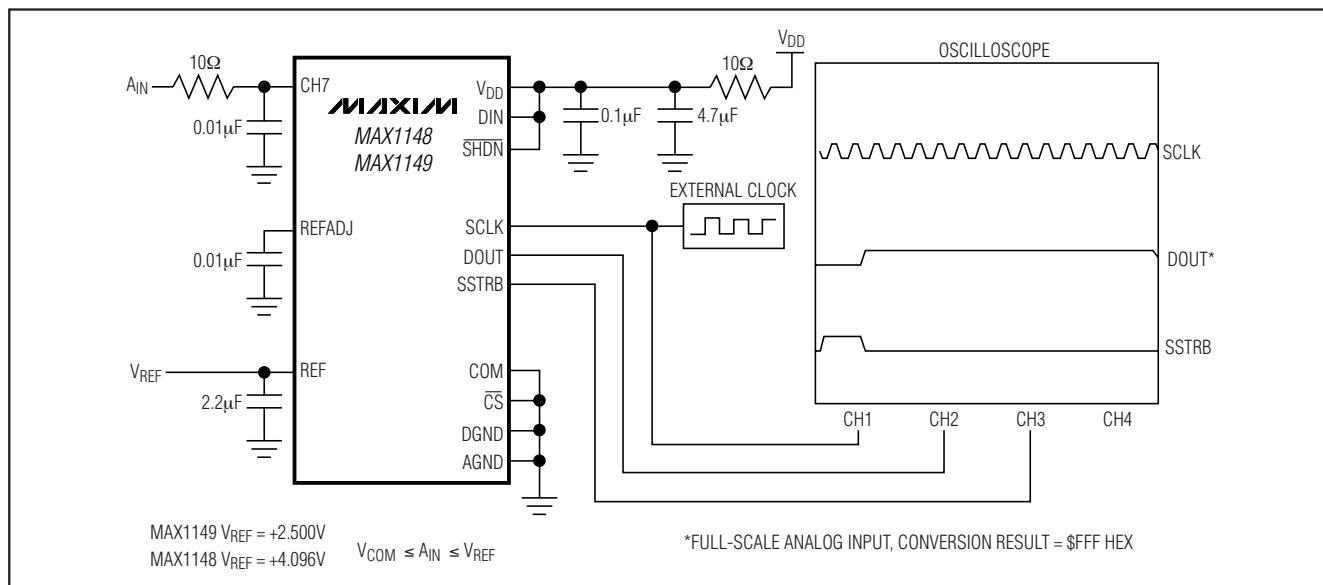
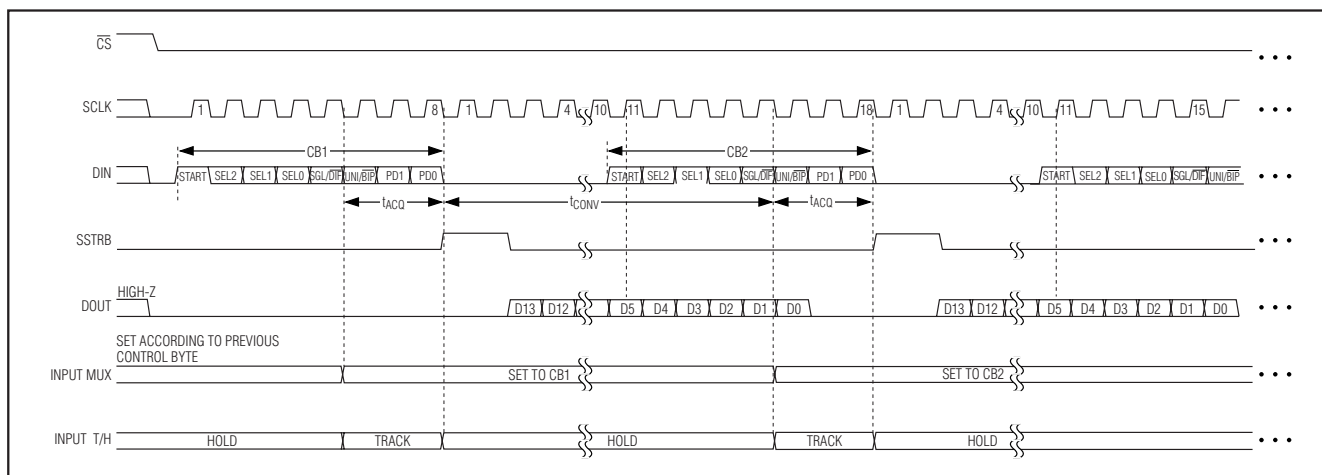

图 7. 快速查看电路
图 10. 外部时钟模式 — 18 时钟/转换时序
图 7 所示电路可用于快速评估 MAX1148/MAX1149。MAX1148/MAX1149 每次转换前，需要使用 SCLK 向 DIN 输入一个控制字节。连接 DIN 至 V_{DD} ，可通过时钟 SCLK 输入控制字节 \$FF HEX (参见表 1)，即触发 CH7 外部时钟模式下的单端单极性转换，转换之间不关断。在外部时钟模式下，14 位转换结果的 MSB 移出 DOUT 前，SSTRB 输出两个时钟周期的高脉冲。改变 CH7 的模拟输入，可改变 DOUT 输出位的顺序。每次转换需 18 个时钟周期 (图 10)。所有 SSTRB 和 DOUT 的改变均出现在 SCLK 下降沿。
2) DOUT 同步输出当前转换结果第 5 位后，同步输入 DIN 的第一个逻辑 1 (图 10 和 11)。
如果转换期间 $\overline{CS}$ 保持低电平，则 MAX1146–MAX1149 的最快转换速度为每次 18 个时钟周期。图 10 和 11 为 18 个 SCLK 周期进行一次转换的串口时序。